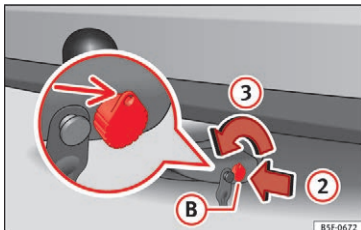

Fig. 187 Oplåsning af lås
- Stik nøglen **B** ind i låsen i pilens retning **2** » Fig. 187.